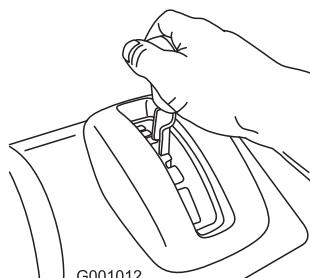

**Figure 29**
1. Pour engager la transmission aux roues, serrez le levier gauche (déplacement) contre la poignée (Figure 29).